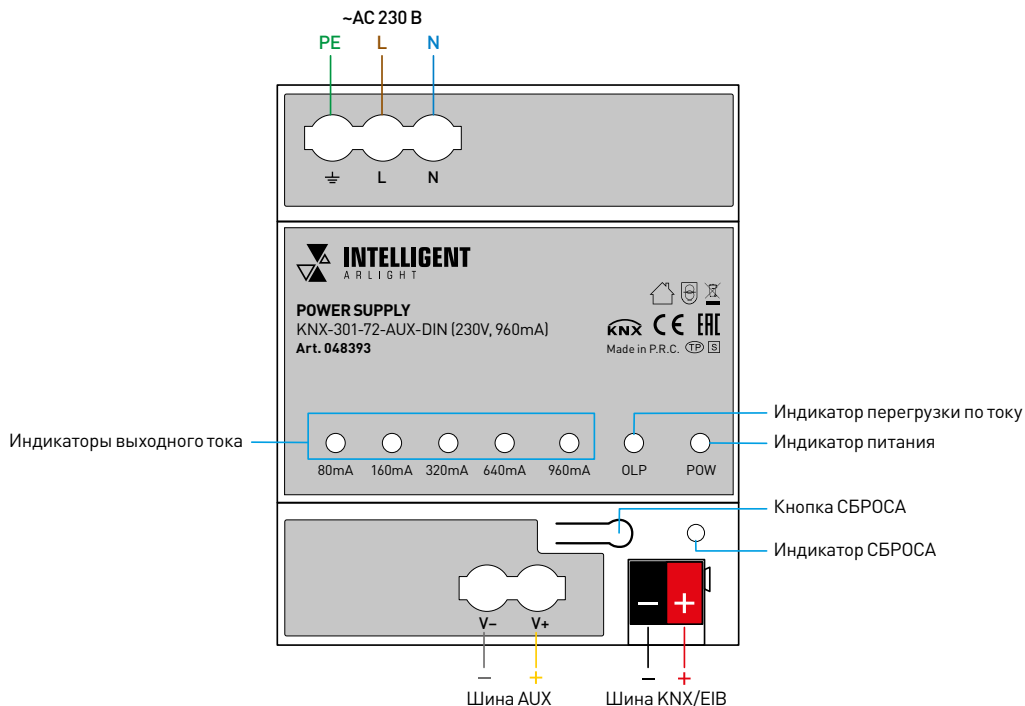

Рис. 1. Схема подключения блока питания
- 3.3. Подключите силовые питающие провода к клеммам **L** и **N**, а также провод заземления — к клемме заземления, как показано на рис. 1.
- 3.4. Подключите шину данных KNX (красный и черный провода в кабеле KNX) и, при необходимости, шину дополнительного питания AUX (серый и желтый провода в кабеле KNX) к соответствующим клеммным колодкам, соблюдая полярность и цвета проводов, как показано на рис. 1.